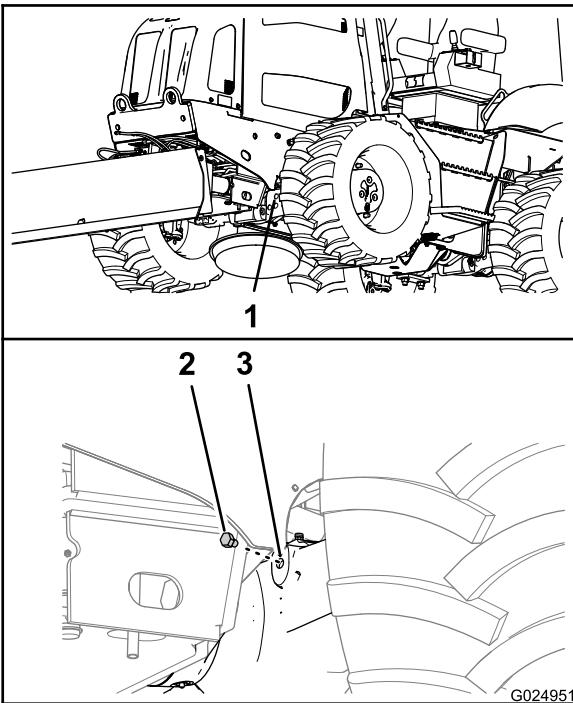
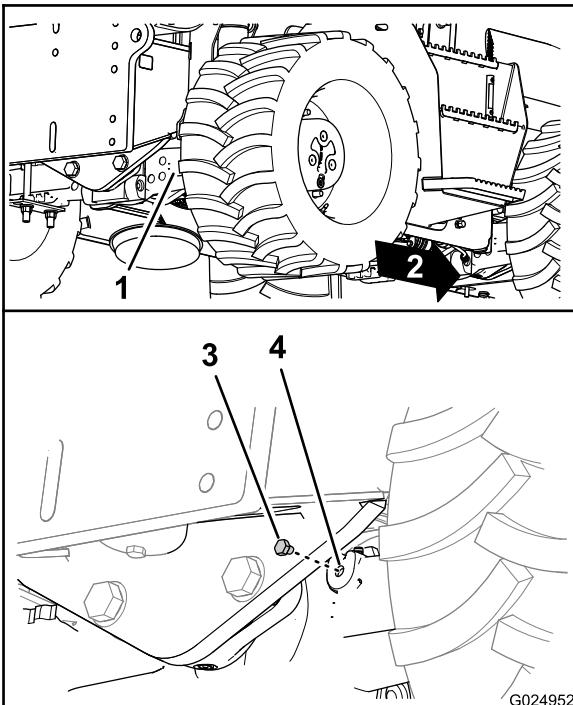

Figura 86
Figura 87
2. Remova os bujões do orifício de nível na caixa do pinhão do eixo (Figura 86 e Figura 87).
3. Verifique pelo orifício de nível se o nível do óleo no eixo está alinhado com a borda interior do orifício (Figura 86 e Figura 87).
6. Instale o bujão no orifício de nível na caixa do pinhão do eixo (Figura 86 e Figura 87).